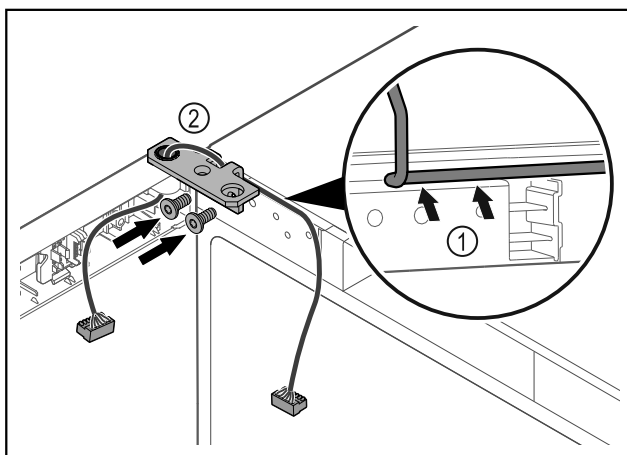

Fig. 40
- Provedite kabel kroz izrez na kutnoj šarci i oprezno ga položite Fig. 40 (1).
- Navrnite kutne šarke Fig. 40 (2).